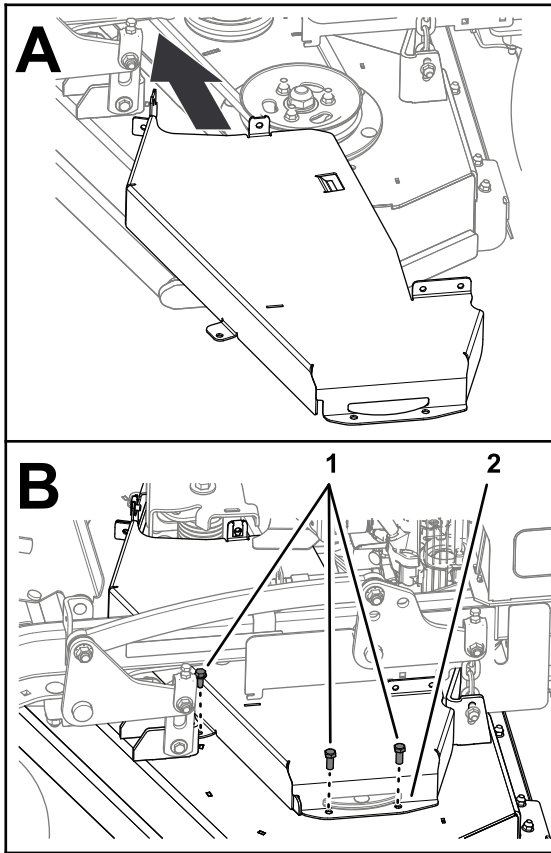

Bild 42
1. Montieren Sie die linke Riemenabdeckung mit den drei Schrauben, die Sie in Entfernen der linken Riemenabdeckung \(Seite 30\) entfernt haben, an das Mähwerk (Bild 42).